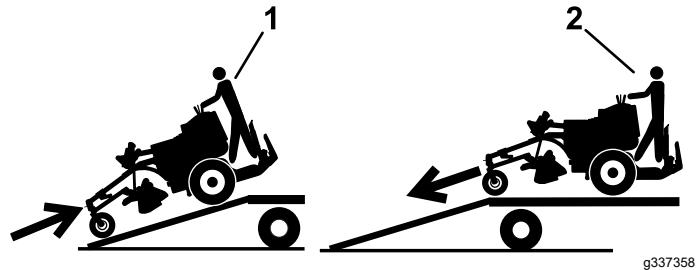

Figura 60
5. Suba la máquina a la rampa en marcha atrás (Figura 60).